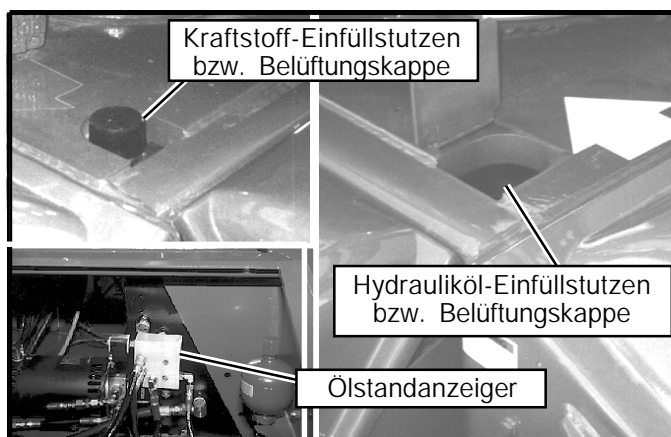

Abbildung 9: Hydrauliköl-Einfüllstutzen bzw. Entlüftungskappe, Kraftstoff-Einfüllstutzen bzw. Belüftungskappe, Ölstandanzeiger
2. Einfüllstutzenklappe oben auf der rechten Fahrwerksseite öffnen (siehe Abbildung 9).